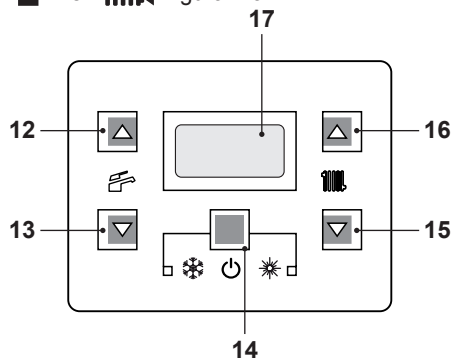

Figura 2.3
- Tenere premuto per 2 secondi il tasto 14 fino a far apparire sul display entrambe i simboli  e  Figura 2.3.